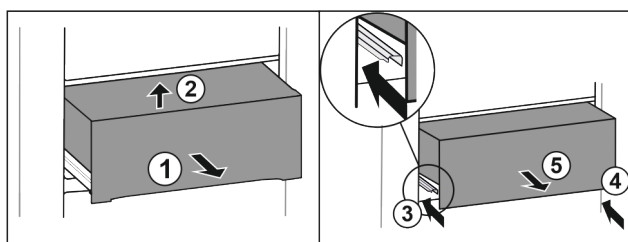

Fig. 22
- Estrarre il cassetto a metà. Fig. 22 (1)
- Sollevare il cassetto dal davanti. Fig. 22 (2)
- Inserire la guida sinistra. Fig. 22 (3)
- Inserire la guida destra. Fig. 22 (4)
- Rimuovere il cassetto tirandolo in avanti. Fig. 22 (5)